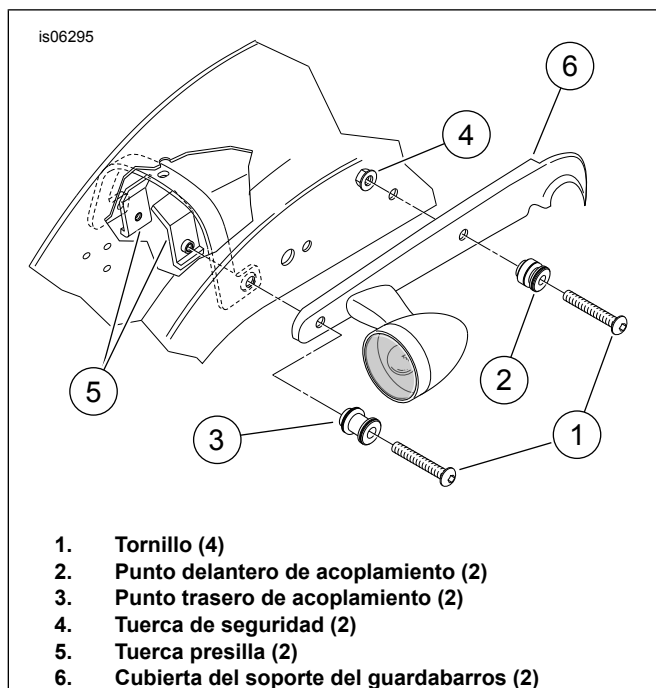

Figura 3. Puntos de acoplamiento: accesorios rígidos o alforjas solamente
1. Vea Figura 3. Instale el Kit de elementos de sujeción de acoplamiento **90201424** de acuerdo con las instrucciones incluidas en ese kit.